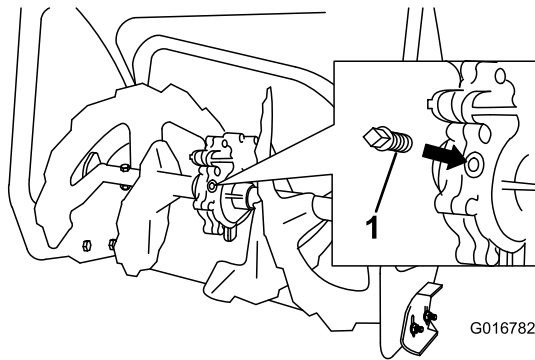

Bild 32
2. Reinigen Sie den Bereich um den Rohrverschluss (Bild 32).